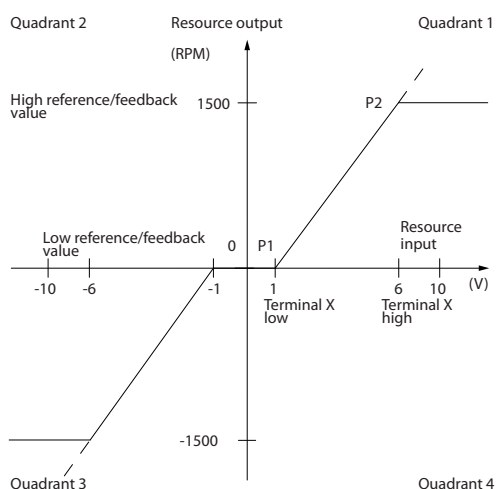

Рисунок 3.16 Зона нечувствительности
- значение либо минимального (см. Таблица 3.6), либо максимального задания должно быть равно нулю. Иными словами; P1 или P2 должны находиться на оси X на Рисунок 3.16.
Размер зоны нечувствительности определяется либо точкой P1, либо точкой P2, как показано на Рисунок 3.16.